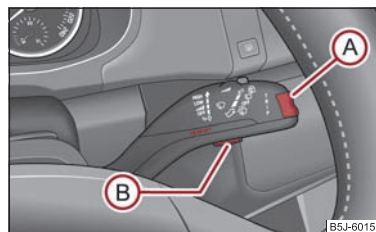

Fig. 19 Indicateur multifonctions: Eléments de commande
La modification de la mémoire se fait au moyen de la touche **(B)** ⇒ fig. 19 sur la manette des essuie-glaces.
L'interrupteur **(A)** et la touche **(B)** se trouvent dans la poignée de la manette des essuie-glaces ⇒ fig. 19.
Si la température extérieure descend en dessous de +4°C, un flocon de neige (signal d'avertissement pour verglas) apparaît devant l'affichage de la température; il clignote pendant 10 secondes et ensuite reste affiché avec la température extérieure. Un signal acoustique retentit simultanément. Après avoir appuyé sur l'interrupteur (A) de la manette des essuie-glaces ⇒ page 20, fig. 19, la fonction représentée est la dernière qui a été affichée.
La durée du trajet depuis le dernier effacement de la mémoire apparaît sur le visuel ⇒ page 19. Si vous souhaitez compter la durée du trajet à partir d'un moment bien précis, effacez alors la mémoire juste à ce moment-là en appuyant sur la touche (B) ⇒ page 20, fig. 19.
Vous devez effacer la mémoire avec la touche (B) de la manette des essuie-glaces ⇒ page 20, fig. 19 et recommencer la mesure si vous souhaitez connaître la consommation de carburant moyenne durant une période bien précise. Après l'effacement des traits apparaissent sur le visuel durant les 100 premiers mètres.
Le trajet parcouru depuis le dernier effacement de la mémoire apparaît sur le visuel ⇒ page 19. Si vous souhaitez compter la durée du trajet à partir d'un moment bien précis, effacez alors la mémoire juste à ce moment-là en appuyant sur la touche **(B)** de la manette des essuie-glaces ⇒ page 20, fig. 19.
La vitesse moyenne en km/h depuis le dernier effacement de la mémoire apparaît sur le visuel ⇒ page 19. Vous devez effacer la mémoire en appuyant sur la touche **(B)** de la manette des essuie-glaces ⇒ page 20, fig. 19 et recommencer la mesure si vous souhaitez connaître la vitesse moyenne durant une période bien précise.